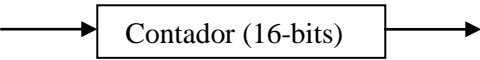

Figura 1
- 2.1 Calcule o valor inicial que deve ser carregado no contador de **16 bits**, módulo 65535 (Figura 1) para permitir a marcação de **2 segundos**. Suponha que você dispõe de uma onda quadrada com frequência de **32 KHz**. (0,6 pt)